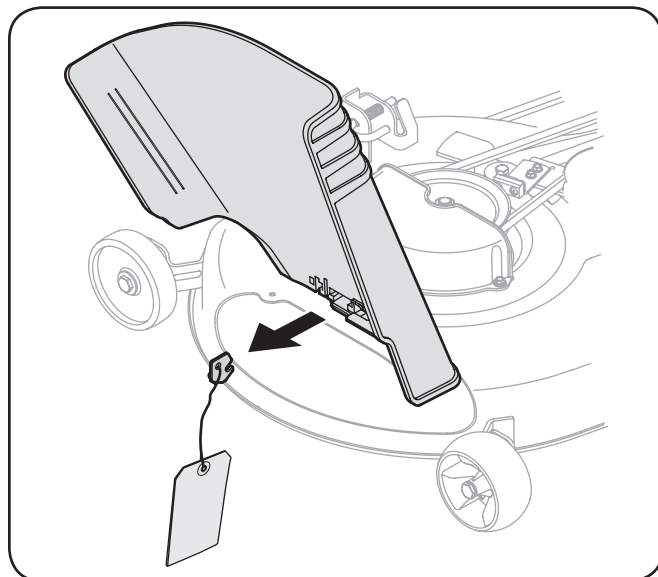

Figure 3-1
1. Localice la traba de seguridad, si hubiere, y la etiqueta de advertencia encontrada en la parte derecha de la plataforma de corte. Vea la Figure 3-1.